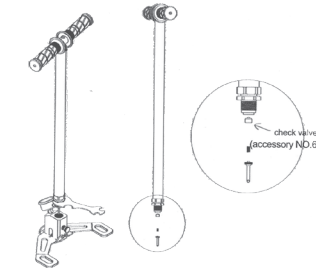

Abb. 7.3
**Abhilfemaßnahmen** (siehe Abb. 7.3): Rückschlagventil im Ständer mit dem speziellen Schraubenschlüssel öffnen und reinigen bzw. auswechseln.